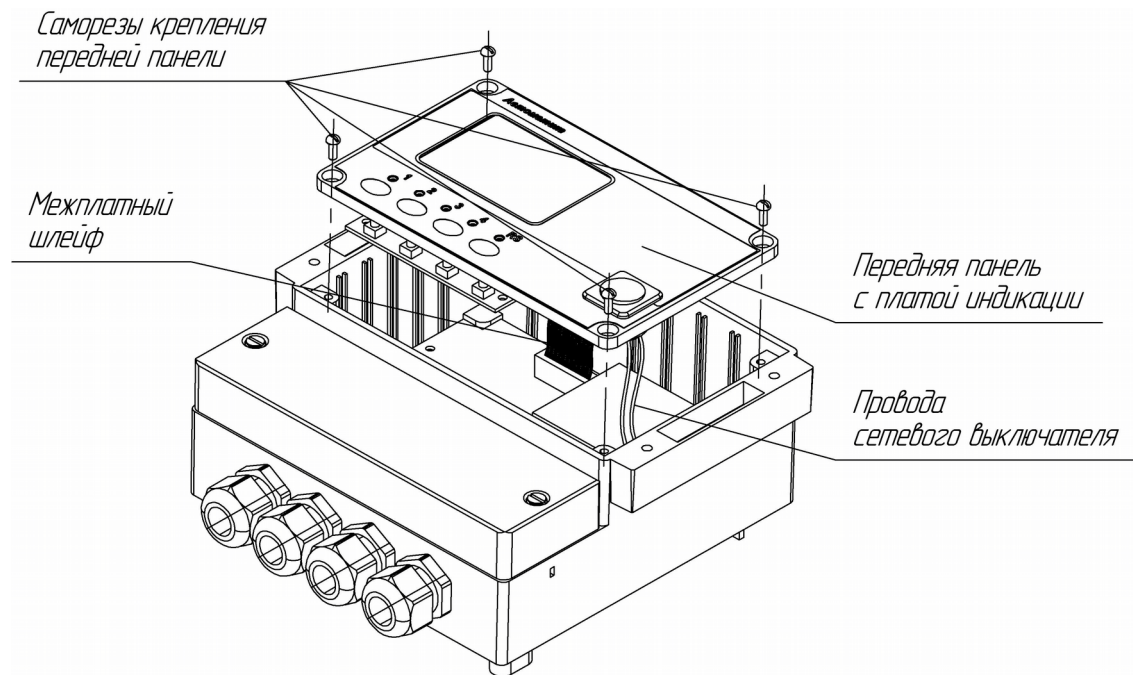

Рисунок 3.2
- открутить четыре самореза крепления передней панели (Рисунок 3.2);